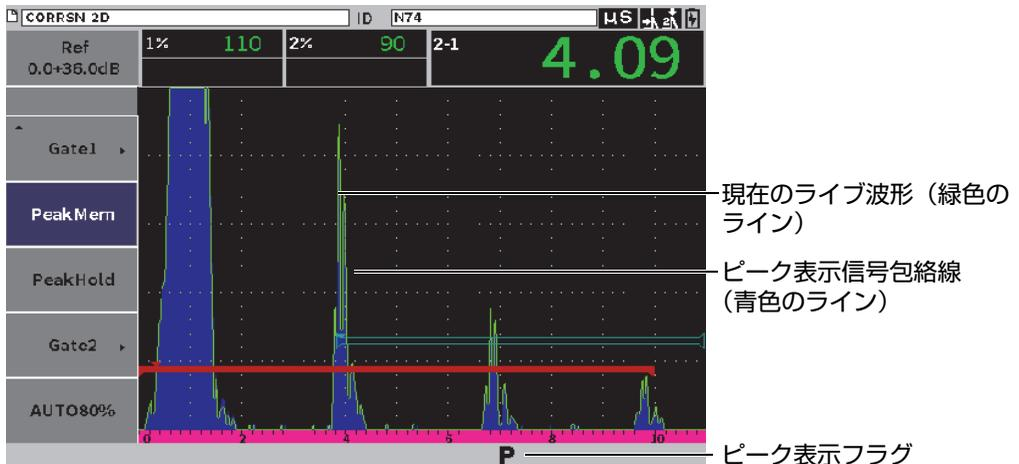

図 7-11 ピーク表示信号包絡線の例
ピーク表示機能では、各 A- スキャンデータ収集で振幅のオンスクリーンキャプチャとメモリー内保存が可能になります。探触子をきずに対し走査すると、探触子の動きとともにピーク表示の信号包絡線が画面上に青色で示されます（107 ページの図 7-11 参照）。より大きな振幅が取得されるたびに表示が更新されます。また、現在のライブ波形が信号包絡線内の該当する位置に表示されます。
1. ゲートが有効でサイドバーメニューが表示された状態で、調整ノブを回して**ピークメモリ**ボタンを選択します（107 ページの図 7-11 参照）。